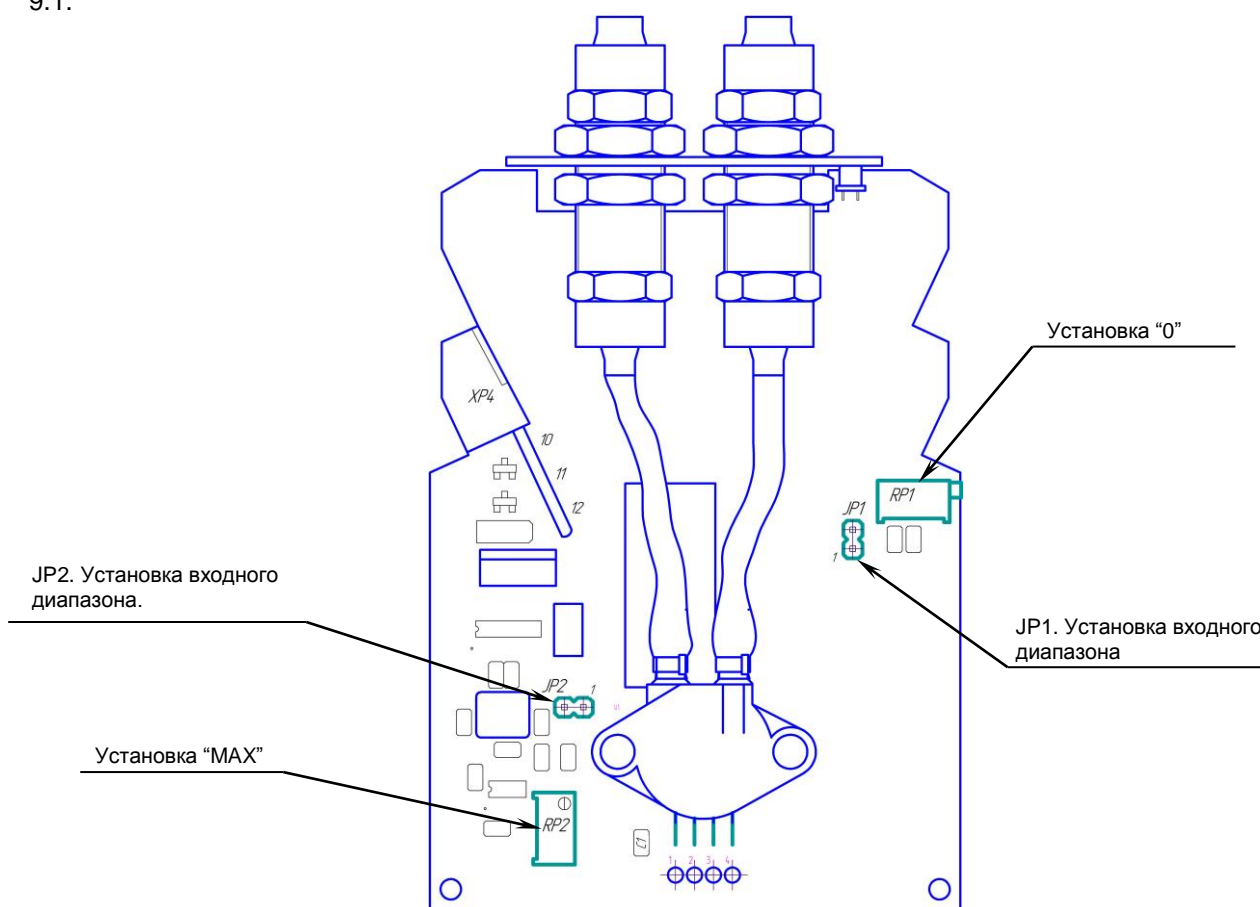

Рисунок 9.1 – Схема расположения блоков переключки выбора входного сигнала ПЭП-422
9.4 Для переналадки преобразователя на другие входные сигналы используйте рисунок 9.1 и таблицу 9.1.